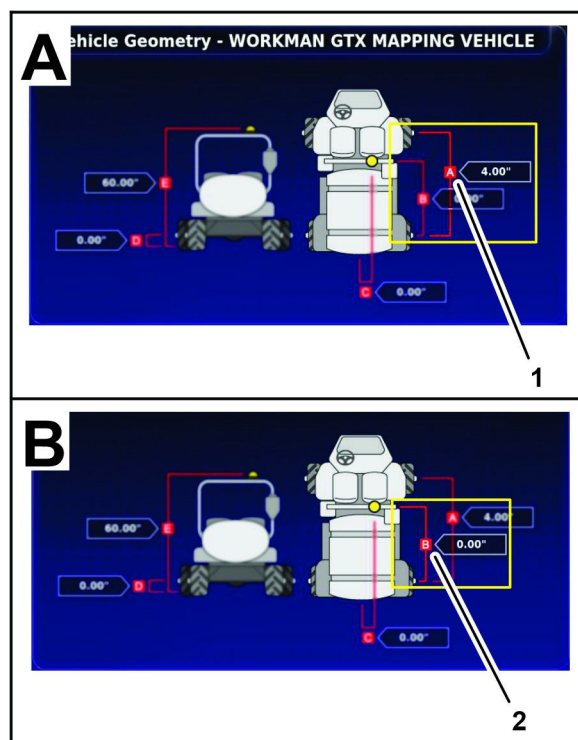

Figura 181
1. Na máquina utilizada para mapear os limites de campo, meça a distância entre as linhas de centro dos eixos dianteiro e traseiro (Figura 181) e anote a medida no formulário de geometria do veículo abaixo.
2. Meça a distância entre a linha de centro do eixo traseiro e o centro do receptor de satélite (Figura 181) e anote a medida no formulário de geometria.